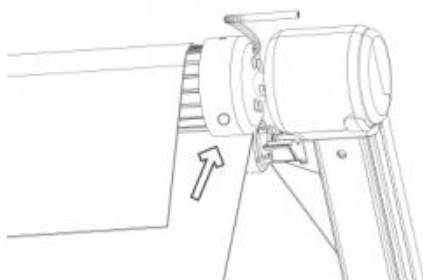
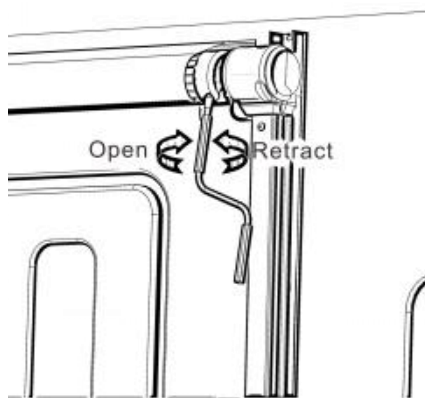

Figure D6
Figure D7
4.4 Sul motore della tenda da sole è presente un foro per il joystick manuale. (Figura D6) In caso di interruzione di corrente o malfunzionamento, rimuovere il cappuccio decorativo sul coperchio terminale, inserire la manovella di emergenza e ruotarla per estendere o ritirare la tenda da sole . (Figura D7)